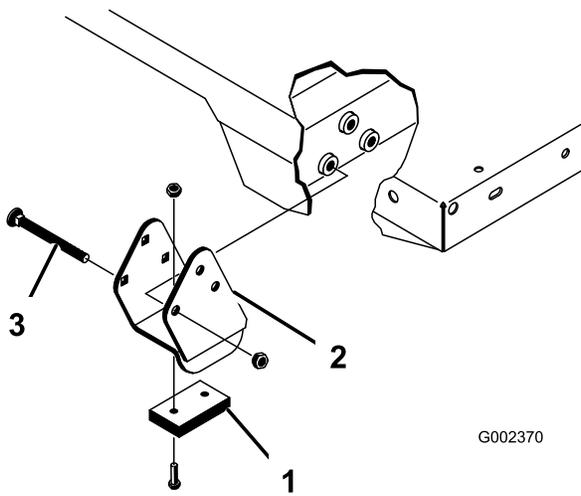

図 36
**注** スペーサブラケットとウェアブロック 図 36 はキャリッジボルトで固定しますが、このボルトは必ず頭を車両の内側に向けてください。
2. 荷台を慎重に車両フレームの上に乗せる 後部にある荷台のピボットプレートの穴とリアフレームチャンネル鋼材の穴を揃えて、クレビスピンとリンチピン各2個を取り付ける 図 36。
4. クレビスピンは荷台の外側から差し込み、リンチピンが荷台の外側に向いているようにする 図 36。